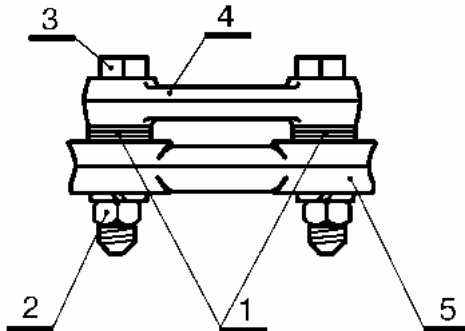

Рисунок 3 - Узел регулировки углов развала и продольного наклона оси поворота передних колес автомобилей ВАЗ 2121, 21213 и их модификаций:
4.1 Отрегулировать углы продольного наклона оси поворота и развала колес. Регулировку производить путем изменения количества регулировочных шайб 1, рис.3, на болтах 3 согласно таблице 4.